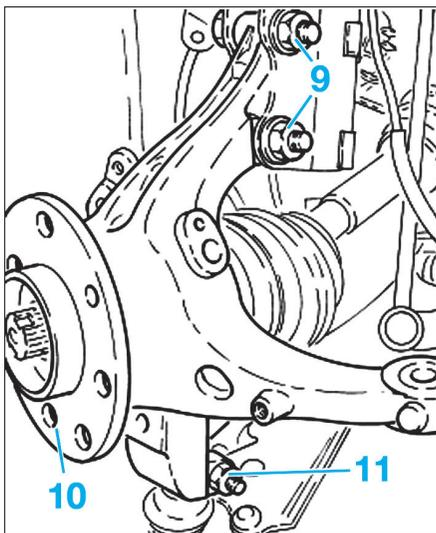

Fig. 16
- les écrous de fixation (9) de l'élément de suspension sur le pivot (10) (Fig.16),
- l'écrou de fixation (11) de la rotule inférieure et l'extraire du pivot (10) à l'aide d'un extracteur approprié.
- Extraire le pivot (10) de la transmission.